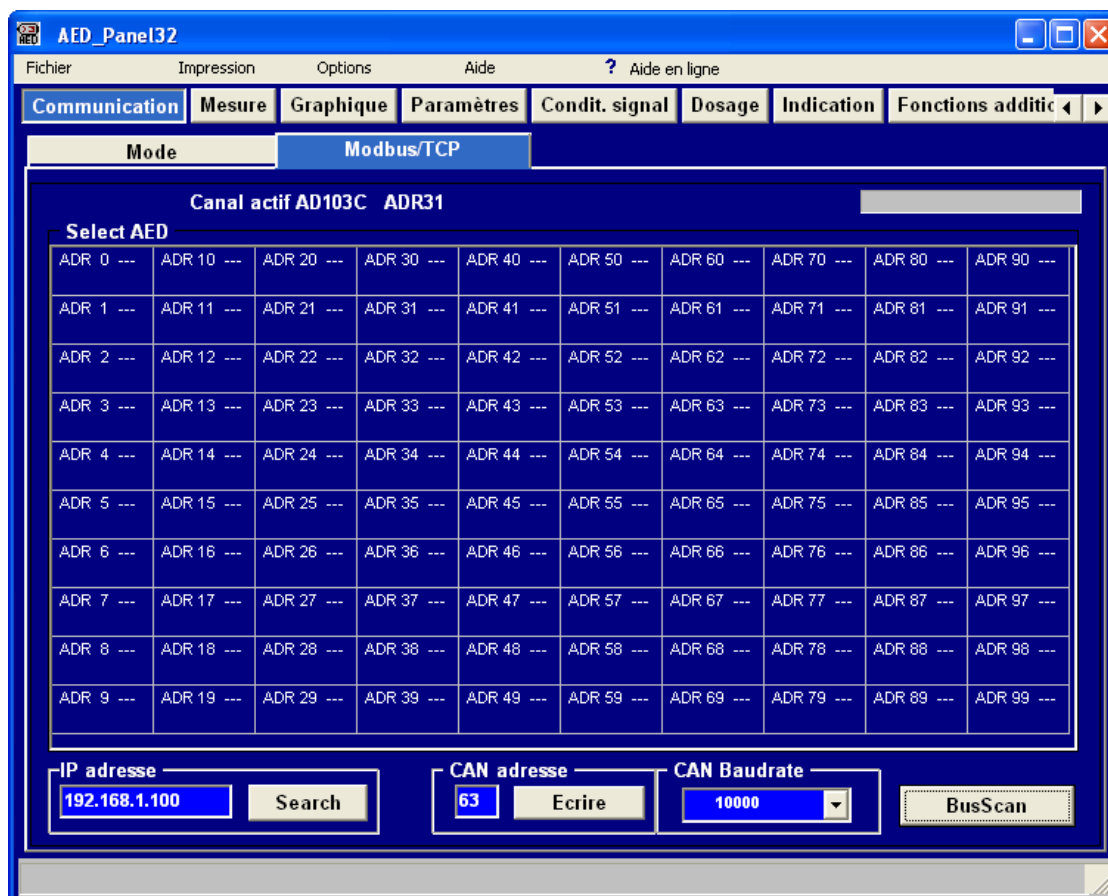

Fig. 4.1 : Programme AED\_Panel32, onglet **Modbus/TCP**
6. Cliquez sur **Search** dans la zone **IP adresse** (voir Fig. 4.1).